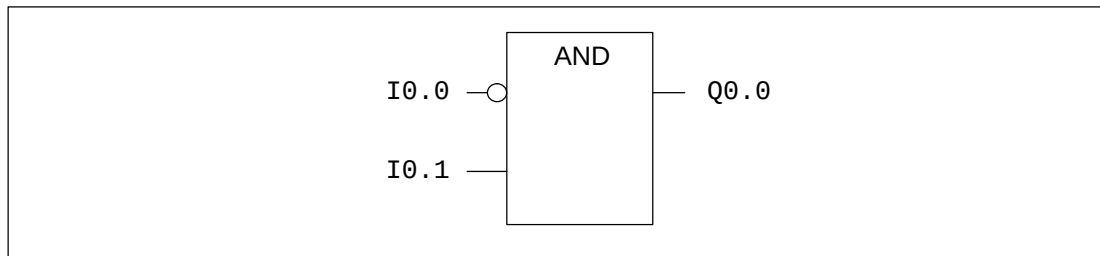

Figura 8-2 Diagrama FUP de la condición lógica NOT
- La condición lógica NOT del estado del operando o la corriente que circula por la entrada se representa mediante un pequeño círculo en la entrada de una operación FUP. En la figura 8-2, Q0.0 es igual al NOT de I0.0 AND I0.1.
- Símbolo de negación: La condición lógica NOT (la condición invertida) del operando o la corriente se representa mediante un pequeño círculo en la entrada. En la figura 8-2, Q0.0 es igual al NOT de I0.0 AND I0.1. Los símbolos de negación sólo son válidos para las señales booleanas, que se pueden indicar en forma de parámetros o de circulación de corriente.